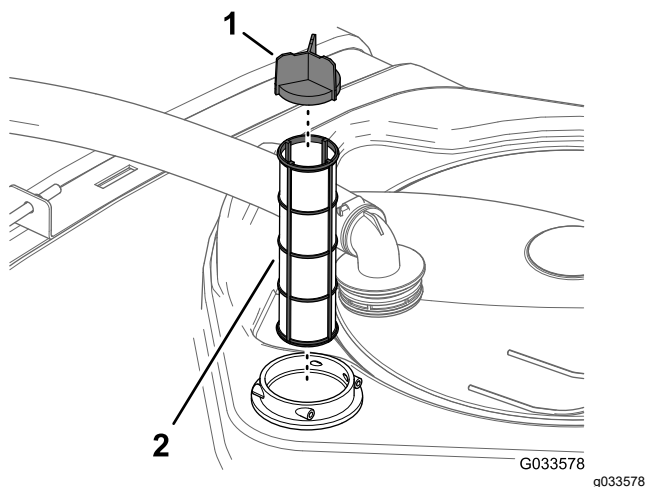

Рисунок 60
- Извлеките старый фильтр линии всасывания из его корпуса в баке (Рисунок 60).